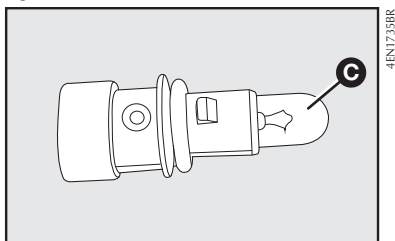

fig. 40
- 4) Substituir a lâmpada danificada **C**-fig. 40, puxando-a;